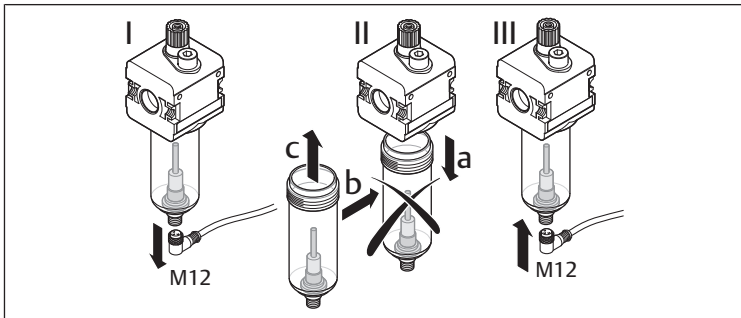

Fig. 7: Remplacement de la cuve avec capteur
▶ Desserrer le connecteur M12 du capteur de la prise femelle de raccordement placée sur la face inférieure de la cuve d'huile (→ Fig. 7 I).
▶ Remplacer l'ancienne cuve par une nouvelle cuve (→ Fig. 7 II b, c).
- ▶ A l'aide d'un connecteur M12, raccorder le capteur à la prise femelle de raccordement placée sur la face inférieure de la cuve d'huile (→ Fig. 7 III).